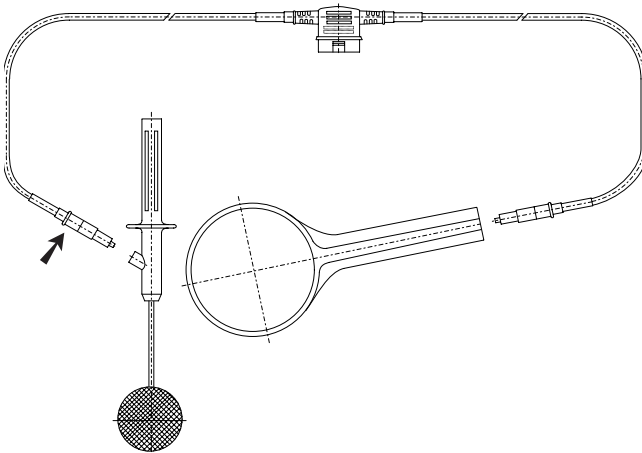

Bild 13-2. Gegenelektrode für interne Defibrillation
*Trennen Sie zum Sterilisieren der Elektroden für die interne Defibrillation die Leitung von den Elektroden (Pfeil, Bild 13-2).*
- \* Vor dem Reinigen und Sterilisieren lösen Sie die Elektrode von der Anschlußleitung (Bild 13-2).